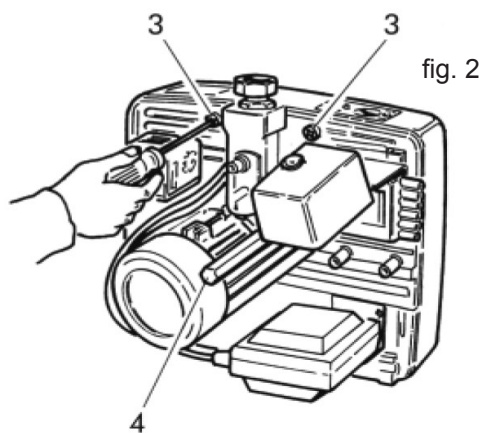

fig. 2
- Desatornillen los tornillos 3 y el perno central 4 (fig.2).